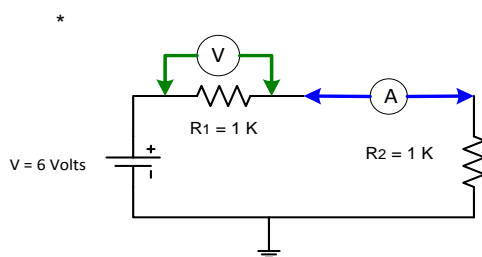

Figura 1
- b) Construya en Multisim el circuito de la Figura 1. Mida el voltaje y corriente de cada elemento del circuito empleando los instrumentos virtuales y complete la Tabla 1. Guarde una impresión de pantalla de su instrumento para incluir en su reporte.